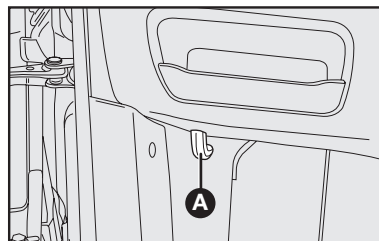

fig. 88
- 1) Tire de la palanca **A**-fig. 88;